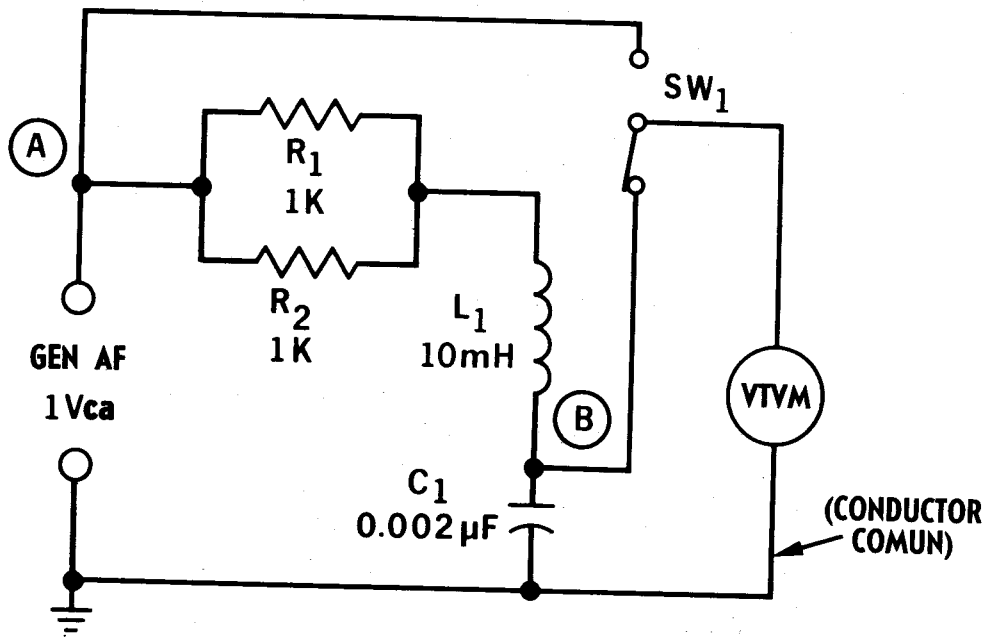

Fig. 38-3
- Intercambie C_1 por L_1 en el circuito. Vea la Fig. 38-3. Sin cambiar la frecuencia del generador de AF, de la de resonancia, cambie el VTVM al punto A y compruebe la salida de 1 volt. Reajuste la salida a 1 volt, si se requiere. Cambie el VTVM al punto B y mida la tensión en C_1 , en resonancia.